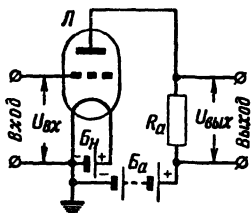

Рис. 1. Схема усилительного каскада.
**Схема усилительного каскада.** Простейшая схема усилителя с одной лампой показана на рис. 1. Такой усилитель называется *каскадом усиления*. Основными частями усилительного каскада являются: лампа Л, источники питания  $B_n$  и  $B_a$  и нагрузочное анодное сопротивление  $R_a$ , включенное последовательно в анодную цепь.